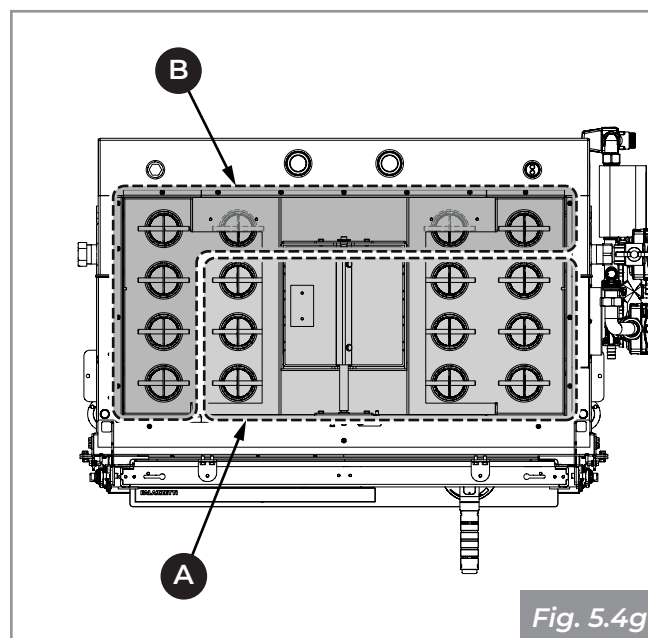

Fig. 5.4g
- Extraiga todos los turbuladores por la parte de arriba (**A - Fig. 5.4g**), salvo los cuatro posteriores y los tres en el lado opuesto a la instalación hidráulica, que se desmontarán por la parte de abajo (**B - Fig. 5.4g**).